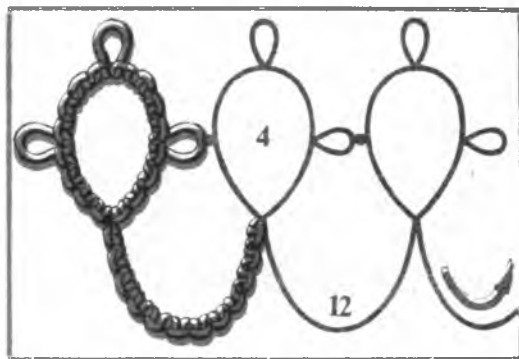

Рис. 17. Узор к упражнению № 2
**Упражнение 2.** Возьмите 2 челнока, свяжите концы нитей и плетите одним челноком кольцо (схема на рис.17), состоящее из 4 узлов, пико, 4 узла, пико, 4 узла, пико, 4 узла. Стянув кольцо, сплетите двумя челноками дугу из 12 узлов. Чтобы узлы на дуге смотрели вниз, надо при начале плетения дуги повернуть работу и зажать кольцо вверх стянутым местом. Когда дуга будет выполнена, вновь поверните изделие так, чтобы дуга смотрела вниз. Зажав конец дуги пальцами, опустите один челнок, а вторым плетите кольцо (4 узла, сцепка, 4 узла, пико, 4 узла, пико, 4 узла, пико, 4 узла), сцепив его с последним пико предыдущего кольца. Очень удобно это упражнение выполнять нитями разного цвета. При этом кольца будут всегда получаться од-
Цветок г состоит из 2 цветков, выполняемых двумя челноками, и веточек с листиками. Метод выполнения цветков был нами разобран в упражнении 2 (см. рис.17). Отличие состоит лишь в том, что все кольца соединены центральными пико, а последняя дуга замыкает кольцо.